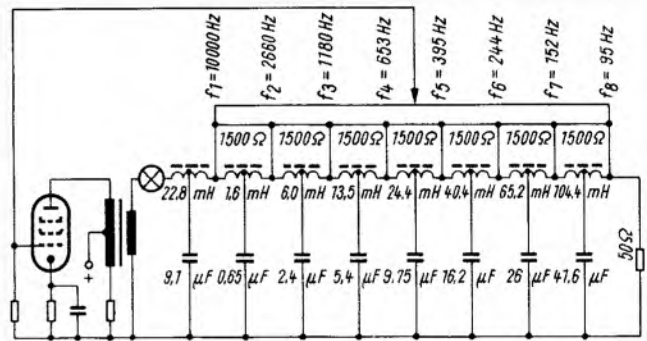

Bild 15. Schaltungsbeispiel für einen Phasenschiebergenerator mit großem Durchstimmbereich
Den Vorzügen des RC-Generators steht als Nachteil die Tatsache entgegen, daß der Durchstimmbereich – ohne Umschaltung – bei etwa 1 : 5 bis 1 : 7 liegt. Durch die Schaltung nach Bild 15 läßt sich der Durchstimmbereich auf den gleichen Wert wie bei einem Schwebungssummeer bringen.
4.1 Berechnungsbeispiel (Bild 15)
Der Transformator am Eingang der Kette dient der Anpassung. Um eine Phasenverschiebung durch ihn möglichst zu vermeiden, ist er für hohe Selbstinduktion, geringe Streuung ausgelegt; zur Verhinderung der Vormagnetisierung durch den Röhrengleichstrom ist dieser entweder durch eine zweite Wicklung (nach Bild 15) zu kompensieren oder LC-Ausgang zu wählen.